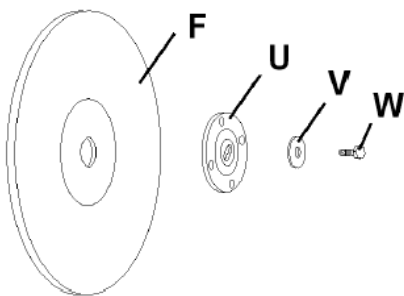

Fig. 7
Поднимите голову пилы до упора вверх и вращайте нижнюю защиту круга (E), чтобы открыть болт с шестигранной головкой (W), который крепит абразивный круг на оси. (Рис. 7).
### **Использование тисков с быстрым разжимом** (Рис. 7)